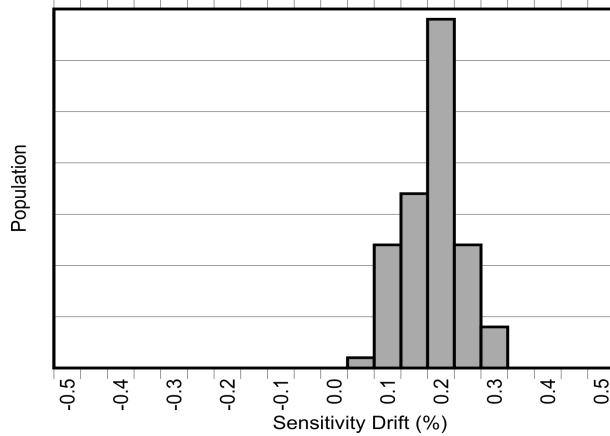
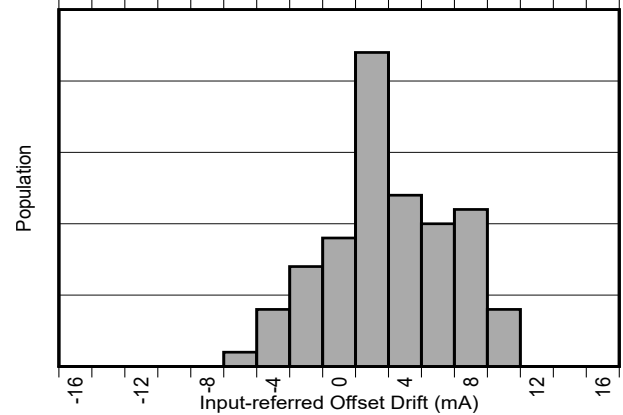

図 8-3. AEC-Q100 高温動作寿命ストレス テスト後の感度誤差ドリフト
図 8-4. AEC-Q100 高温動作寿命ストレス テスト後の入力換算オフセットドリフト
一般的な磁気電流センサでは、温度ドリフトが大きいことに加え、デバイスの寿命全体の経年劣化により、感度に 2%～3%のドリフトもさらに影響されます。TMCS1123 で温度ドリフトを低減するために使用されているのと同じ独自の補償技法も使用されます。これにより、特に動作温度が高いときに、ストレスや環境条件による経年変化による寿命ドリフトを大幅に低減できます。電気的特性に示すように、TMCS1123 は標準 3 ロットの AEC-Q100 認定において、130°C、相対湿度 (RH) 85% での高度加速ストレス試験 (HAST) の後、業界をリードする寿命感度ドリフトを実現しています。AEC-Q100 認定の規定に準じた 1000 時間に及ぶ 125°C の高温動作寿命ストレス テストの後、電気的特性で規定される範囲内の低感度およびオフセットのドリフトも確認されています。これらのテストは、デバイスの寿命全体での標準的な動作を模倣しており、標準的な磁気電流センサに比べて経年劣化によるデバイス性能の変動が大幅に改善されることを示しています。AEC-Q100 に規定されている 1000 時間 125°C 高温動作寿命ストレステスト後の感度およびオフセットドリフトを、図 8-3 および 図 8-4 に示します。デバイスの動作性能は、デバイスの寿命全体にわたって変化します。このテストは、デバイスの寿命全体にわたる標準的な動作を模倣しており、標準的な磁気センサに比べてデバイスが性能を大幅に向上する可能性があることを示しています。